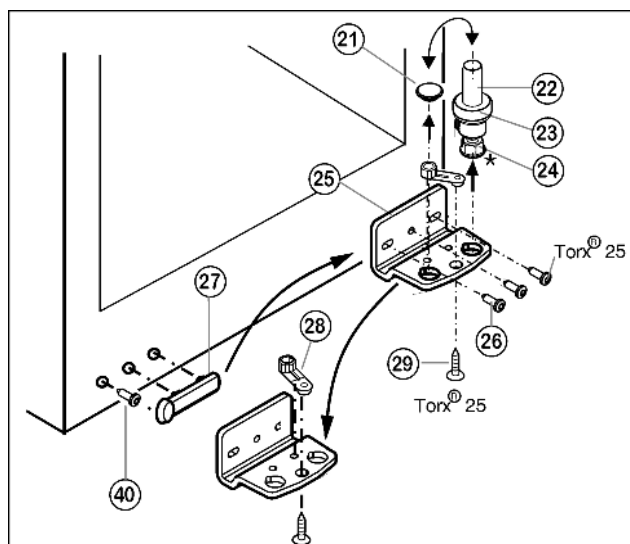

Fig. 5
- Lejebolten Fig. 5 (22) trækkes ud opadtil komplet med plade Fig. 5 (23) og skruefod\* Fig. 5 (24).
- Løft Fig. 5 (21) proppen.
- Lejekonsollen Fig. 5 (25) skrues af Fig. 5 (26).
- Lejedelen Fig. 5 (28) skrues af Fig. 5 (29) og sættes i det overfor liggende hul i lejekonsollen, skru så fast igen.
- Løft forsigtigt afdækningen på håndtagets side Fig. 5 (27), drej skruen Fig. 5 (40) ud og flyt begge dele til den modsatte side.
- Lejekonsollen Fig. 5 (25) skrues fast igen på den nye hængselside om nødvendigt ved hjælp af en akkuskrue-trækker (med 4 Nm).
- Sæt igen proppen Fig. 5 (21) i det andet hul.
- Lejebolten Fig. 5 (22) sættes ind igen komplet med plade og skruefod\*. Vær herved opmærksom på, at tappens peger bagud.
- ▶ Sæt døren oppefra på lejebolten fornedet Fig. 5 (22).
- ▶ Sæt øverste lejekonsol (12) i døren på den nye hængsel-side.
- ▶ Den øverste lejekonsol skrues (12) **fast (med 4 Nm)** (2 gange Torx® 25) (13). Stik eventuelt skruehullerne i forvejen eller brug en akkuskrueetrækker.
- ▶ Sæt afdækning (10) og afdækning (11) i på den modsatte side, så de går i hak.
- ▶ Justér døren, eventuelt vha. de to langhuller i lejubukken fornedet Fig. 5 (25), så den flugter i forhold til apparatkabinettet. Drej til dette formål den midterste skrue ud.